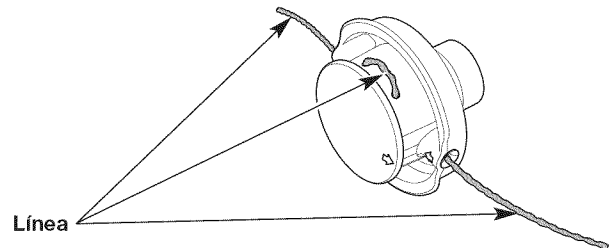

Fig. 18
4. Hale los extremos de la línea hasta que la misma esté apretada contra el cabezal de corte. Asegúrese de que los extremos de la línea sean de igual longitud (Fig. 18).